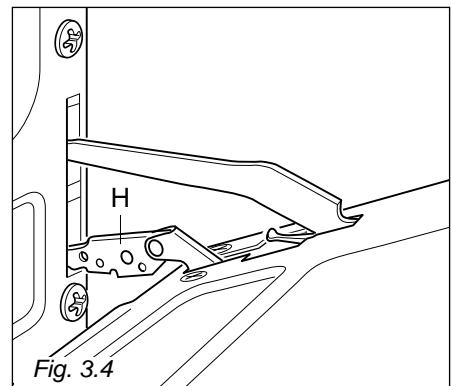

Fig. 3.4
- Impugnare la porta con le mani vicino alle cerniere e sollevare con gli indici le leve "H" (fig. 3.4).